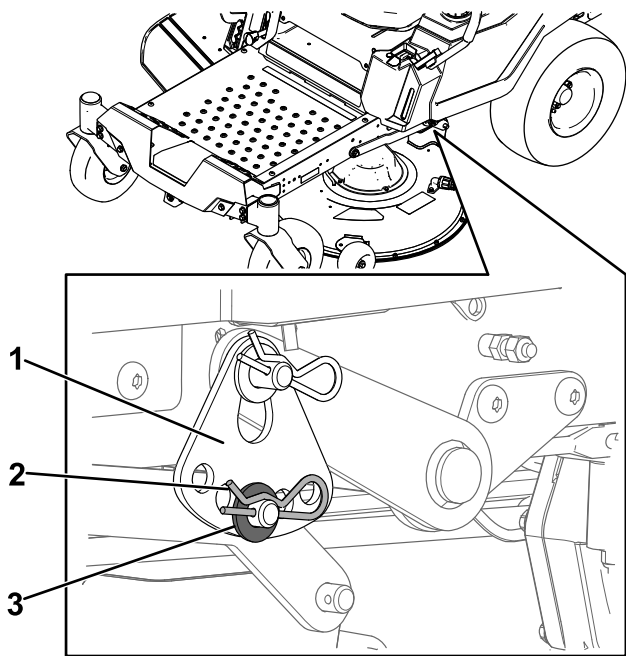

**Figure 70**
4. Placez deux cales de 6,6 cm (25/8 po) d'épaisseur chacune sous chaque côté du bord avant du tablier de coupe, mais pas sous les supports des galets anti-scalp (Figure 70).
5. Placez deux cales de 7,3 cm (27/8 po) d'épaisseur chacune sous le bord arrière de la jupe du tablier de coupe, une de chaque côté (Figure 70).